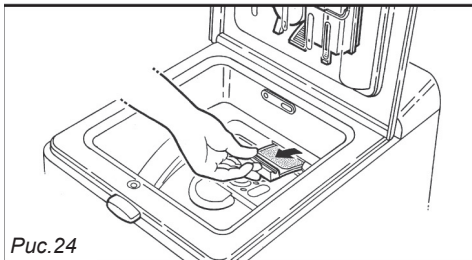

Рис. 24
- извлеките фильтр из гнезда, подтягивая его к себе (Рис. 24).